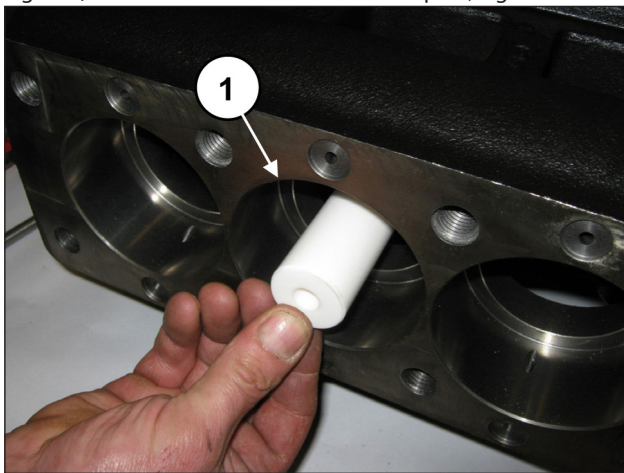
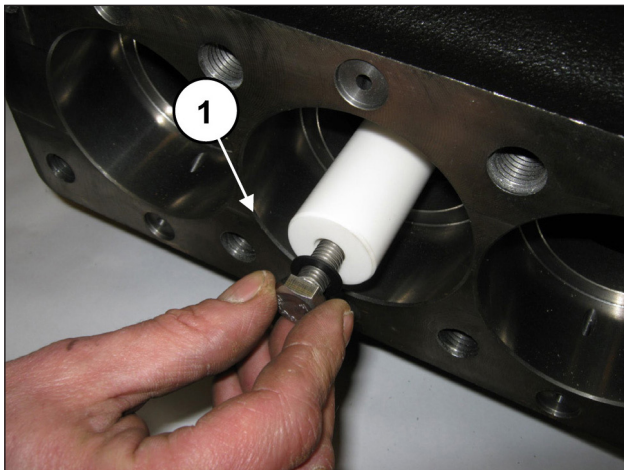

Fig. 182
Fig. 183
Monter les pistons sur les guides correspondants (rep. ①, Fig. 182) et les fixer comme le montre le rep. ①, Fig. 183.